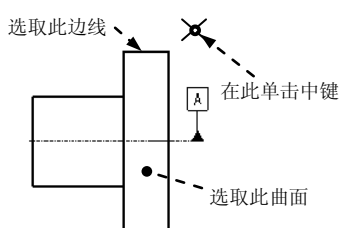

图 5.6.35 定义公差参照（一）
Step3. 定义公差参照。在 参照: 区域的 类型 下拉列表中选择 **特征** 选项, 选取图 5.6.35 所
Step4. 定义公差参照。在 **参照:** 区域的 **类型** 下拉列表中选择 **曲面** 选项, 选取图 5.6.35 所示的曲面为公差参照。
(1) 在对话框中 **放置** 区域的 **类型** 下拉列表中选择 **法向引线** 选项, 在弹出的
(2) 在系统 **选取多边, 尺寸界线, 基准点, 多个轴线, 曲线 或 顶点.** 的提示下, 选取图 5.6.35 所示的边线为放置位置参照。
(3) 在图 5.6.35 所示的位置单击中键, 放置“圆跳动”公差。